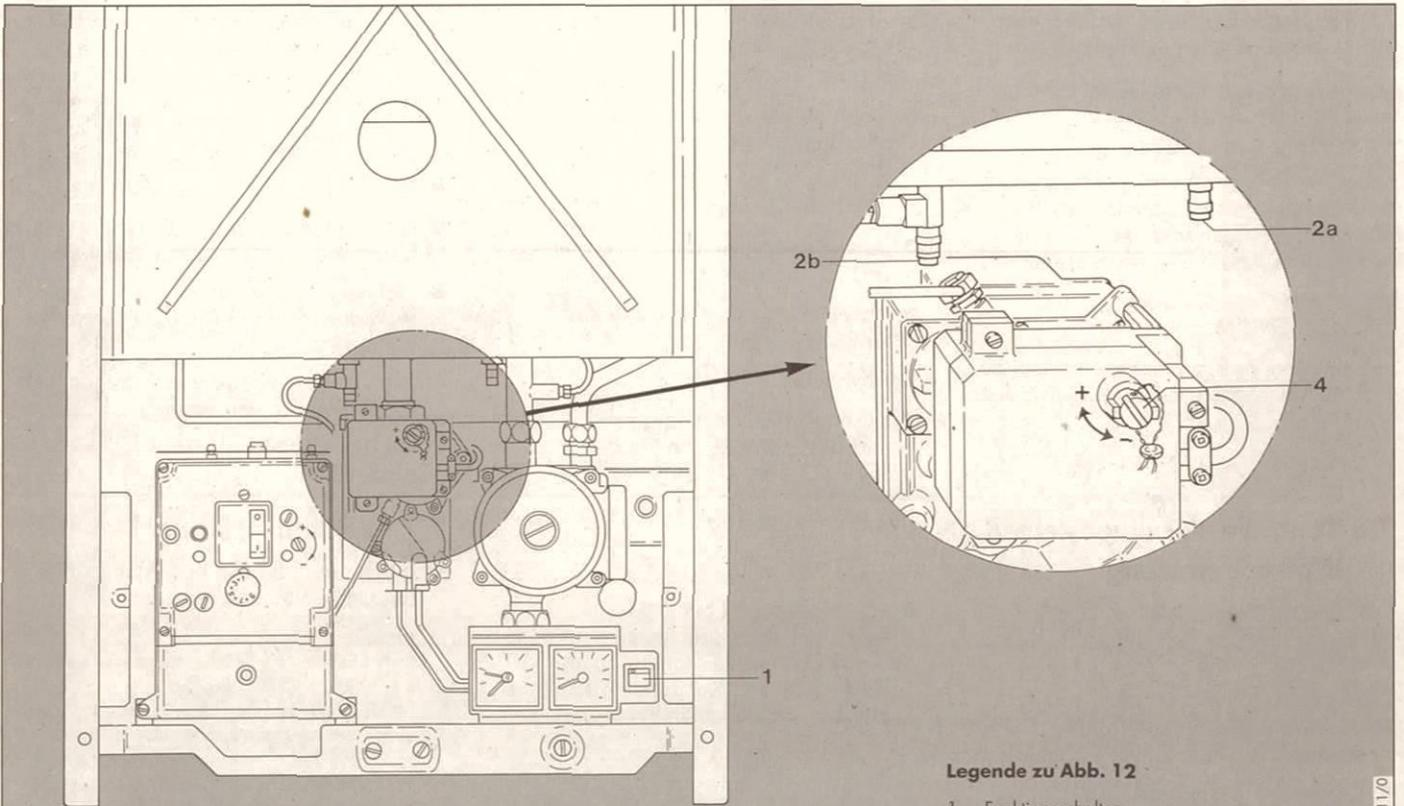

Abb. 12
**Legende zu Abb. 12**
- Funktionsschalter (1, Abb. 12) wieder ausschalten.